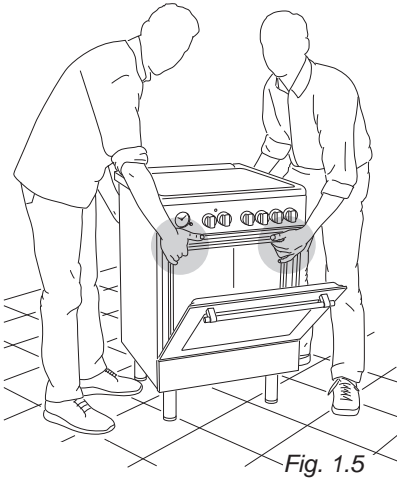
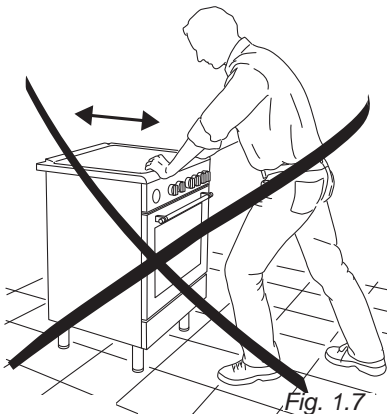

Fig. 1.5
Fig. 1.7
**ATTENZIONE:** La cucina deve essere sempre raddrizzata da due persone per evitare di danneggiare i piedi (fig. 1.5).
**ATTENZIONE:** Quando si sposta la cucina nella sua posizione definitiva, **NON TRASCINARLA** (fig. 1.7), ma sollevare i piedi dal pavimento (fig. 1.5).